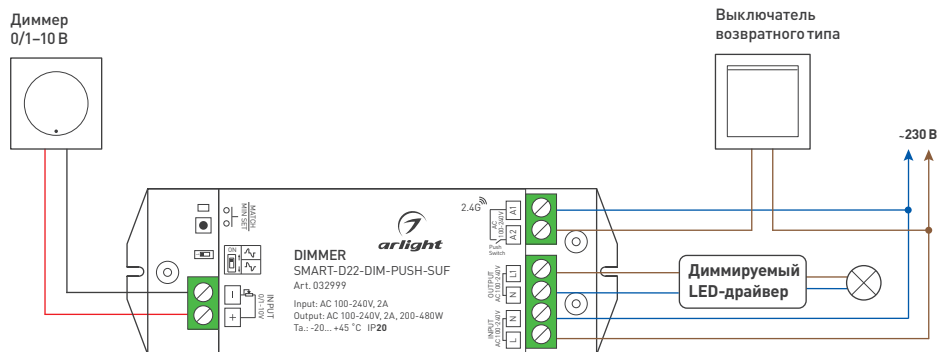

Рисунок 1. Схема подключения диммера SMART-D22-DIM-PUSH-SUF
- 3.2. Подключите диммер согласно схеме (рисунок 1).